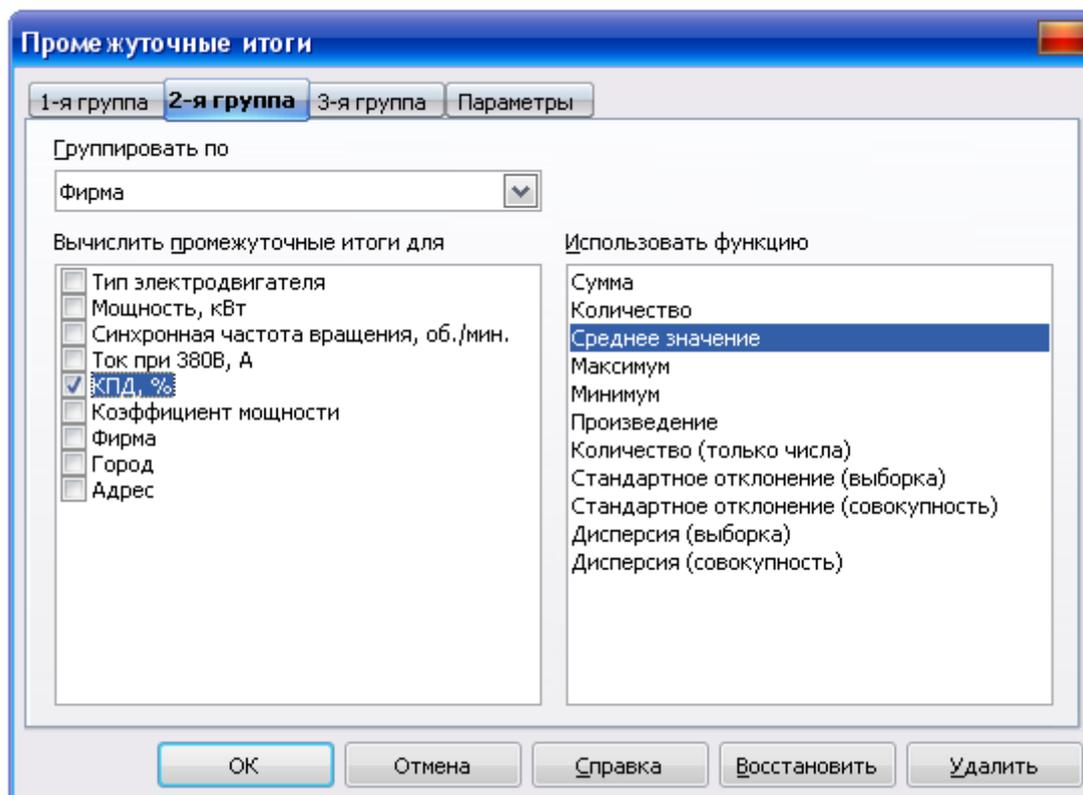

Рис. 7.16. Диалоговое окно Промежуточные итоги – вкладка 2-я группа
6. При необходимости можно перейти во вкладку **2-я группа** (рис. 7.16) и повторить описанные действия для группировки данных по другому столбцу.